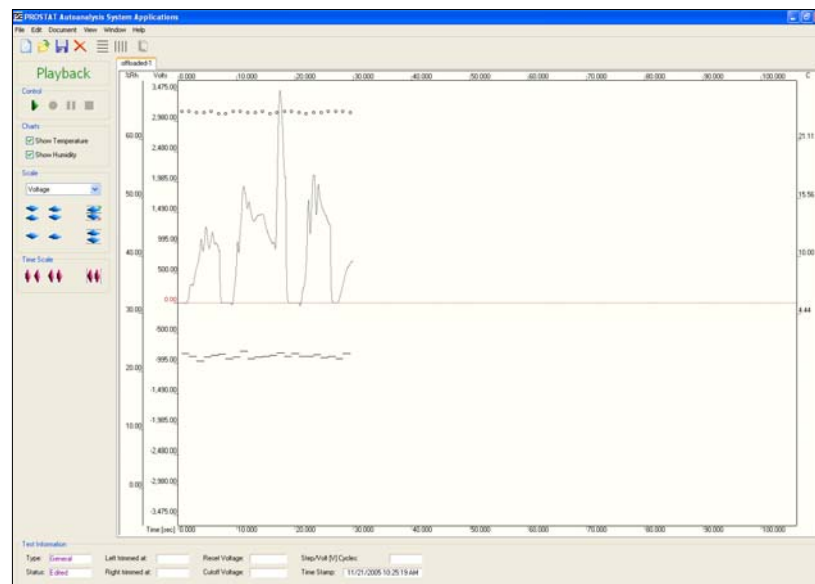

図57: オフロードファイル
7. ダウンロードしたファイルは **Offload - #** (図57) により表示されます。